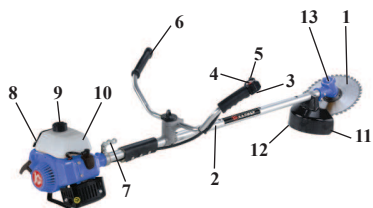

рис.1
4.1 Общий вид бензокосы схематично представлен на рис. 1\*